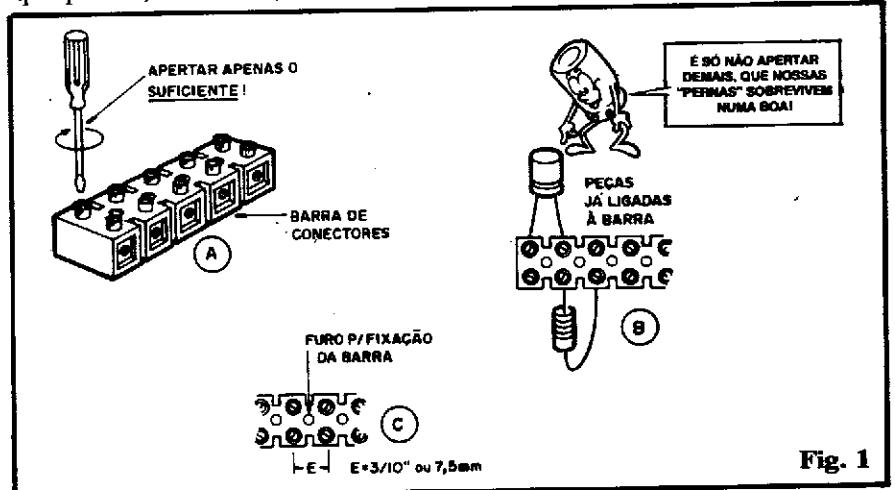

Fig. 1
- FIG. 1-A - A barra de conectores usada como substrato nas nossas montagens sem solda, é formada normalmente por 12 segmentos
- FIG. 1-B - Apenas para lembrar (ou para mostrar aos que estão "chegando agora" à turma...), vejamos como ficam as peças, depois que seus terminais são fixados, elétrica e mecanicamente, aos segmentos da barra... Observem que, como os contatos/segmentos estão dispostos **em linha**, é inevitável que alguns componentes (por exemplo: resistores, capacitores eletrolíticos com terminais axiais, etc.) devam ter seus terminais dobrados ou entortados (operação que **também** deve ser feita com certa "suavidade", para preservar a integridade dos "membros" da peça...), de modo a dispô-los no afastamento e posição convenientes à inserção na barra... Notem ainda que, para garantir o máximo número de reaproveitamentos de tais componentes, os terminais **jamaiz** devem ser cortados! Mantendo os pinos inteiros, mesmo que após várias utilizações, a "pontinha" do terminal acabe por partir-se, ainda haverá suficiente comprimento "sobrante" para novas utilizações! Bom senso e caldo de galinha (como diziam os antigos...) não fazem mal à ninguém...
- FIG. 1-C - A barra de conectores, além dos segmentos com seus miolos metálicos e parafusos superiores de fixação e ligação,
nadas pelo próprio “Aluno”, na sua crescente criatividade, desenvolvida graças ao ABC... esperamos...). Se isso for feito de maneira organizada e metódica, a economia será substancial! E tem mais um “truque”: para esticar ao máximo a própria durabilidade física dos componentes (seus terminais...), podemos dotar os principais deles de “botas” ou “sapatos”, que literalmente protejam seus pés contra o inevitável “tira e põe”, “aperta, desaperta”, nos segmentos das barras “Sindal”. A fig. 1-A dá todas as “dicas”, não só quanto a alguns dos componentes “onipresentes” (cujos códigos valem a pena ser “estocados”, pela grande repetibilidade do seu uso...), mas também quanto à própria confecção dos “sobre-pés”, na forma de contatos mais sólidos e permanentes! Observem que basta cortar pedaços da barra de conectores, contendo tantos segmentos quantos forem os terminais ou “pernas” do componente, fixar os terminais do dito componente **de um lado** e, no **outro** lado da barra, fixar pequenos pinos metálicos, mais firmes (e que poderão mais fácil e economicamente ser substituídos, quando estiverem muito “esmagados” ou deformados pelo uso...).